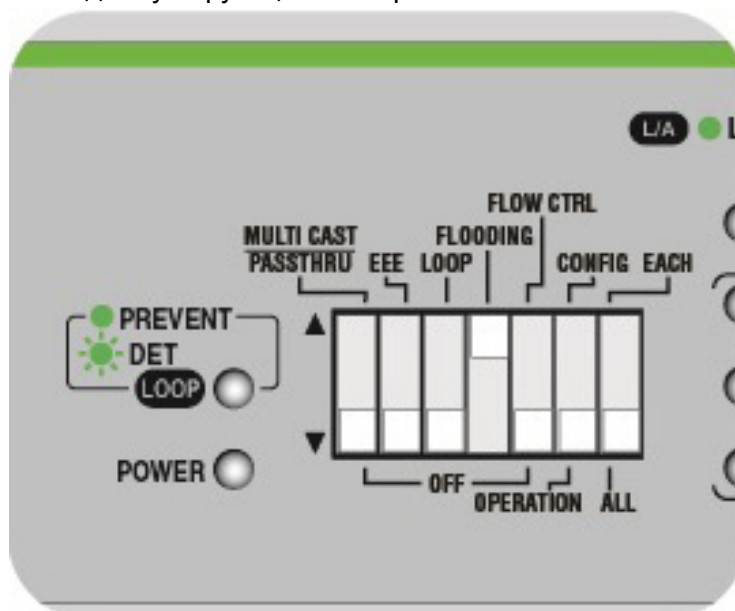

Рисунок 36. Положение DIP-переключателя для включения функции лавинного распространения
1. Установите DIP-переключатель № 4 в верхнее положение, чтобы включить данную функцию. См. рис. 36.